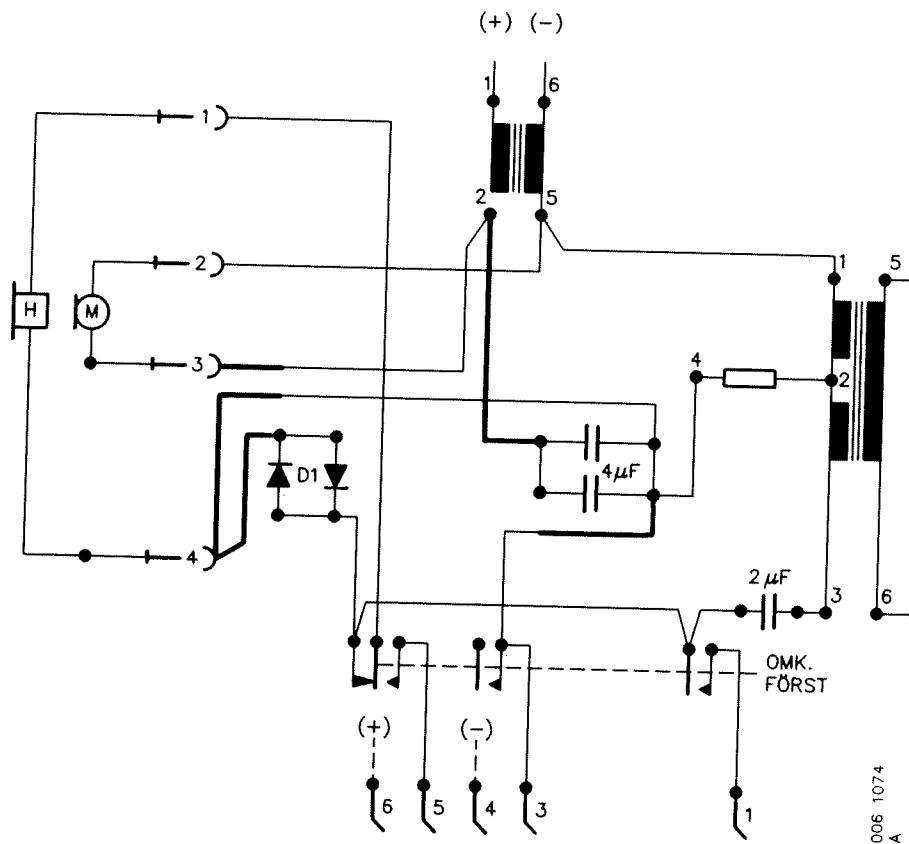

Bild 27. Enhetens koppling efter modifiering
- Flytta enligt bild 27 de bortlödda förbindningarna, samt dra en ny förbindning mellan diodbryggan D1 och stiftet 4 på anslutningsjacken för talgarnityret. Dra även en ny förbindning mellan drosselns stift 2 och $C = 4 \mu\text{F}$.